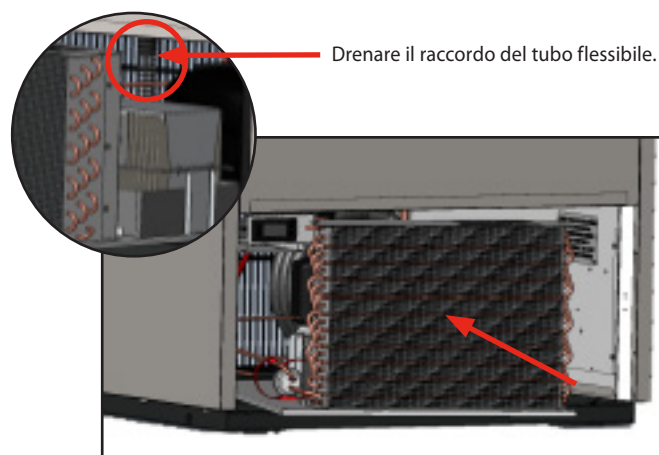

Fig. 6. Ruotare l'unità del condensatore verso sinistra.
7. Ruotare la parte anteriore dell'unità di condensazione verso sinistra per consentire al compressore di liberare la manichetta e il collettore di drenaggio della condensa. Si veda la fig.6.